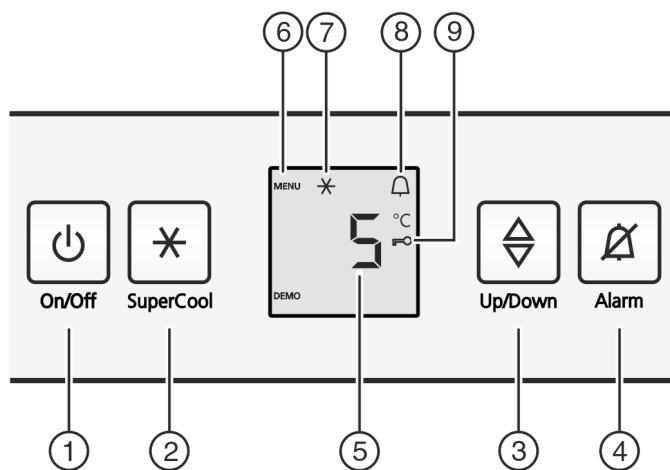

Fig. 2
(5) Temperatūras indikators
- ▶ Īsi apstipriniet ar pogu SuperCool Fig. 2 (2).
- ▷ Indikatorā mirdz aizslēga pret bērnu piekļūšanu simbols Fig. 2 (9).
- ▶ Nospiediet pogu On/Off Fig. 2 (1).
- ▶ Spiediet pogu SuperCool Fig. 2 (2) apmēram 5 sekundes.
- ▷ Indikatorā redzams simbols Menu Fig. 2 (6).
- ▶ Īsi nospiediet pogu On/Off Fig. 2 (1).
- ▶ Nospiediet pogu Alarm Fig. 2 (4).
► Temperatūras funkcijas atvēršana: nospiediet regulēšanas pogu *Fig. 2 (3)*.
► Mainīt temperatūru pa 1 °C pakāpēm: spiediet regulēšanas pogu *Fig. 2 (3)* tik reizes, līdz temperatūras indikatorā mirdz nepieciešamā temperatūra.